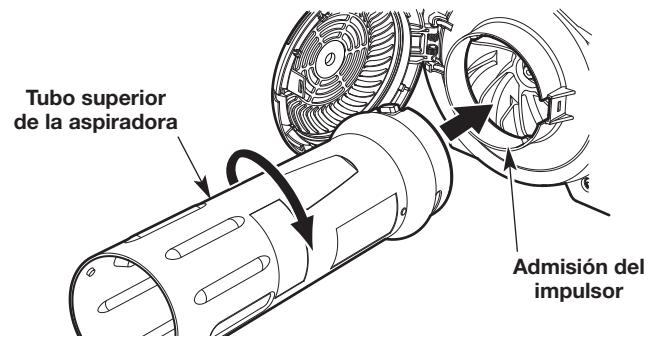

Fig. 7
4. Inserte el tubo superior de la aspiradora en la admisión del impulsor (Fig. 7).
5. Con ambas manos, gire el tubo superior de la aspiradora hacia la derecha hasta que calce en su lugar (Fig. 7).